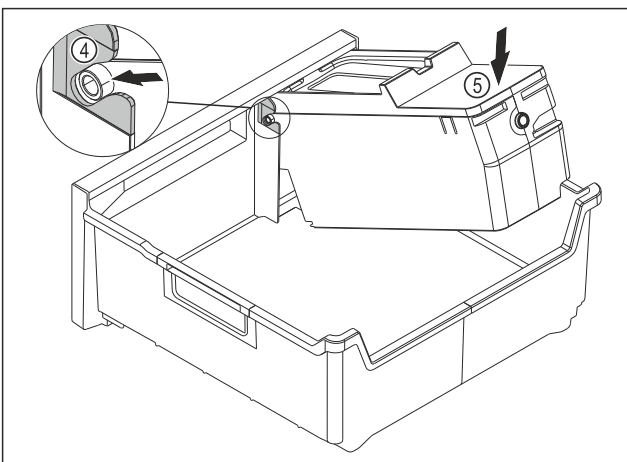

Fig. 86
- ▶ Встановіть корпус EasyTwist-Ice: Вставте осі корпусу EasyTwist-Ice в напрямні Fig. 86 (4).
- ▶ Натисніть на корпус EasyTwist-Ice Fig. 86 (5) ззаду вниз.